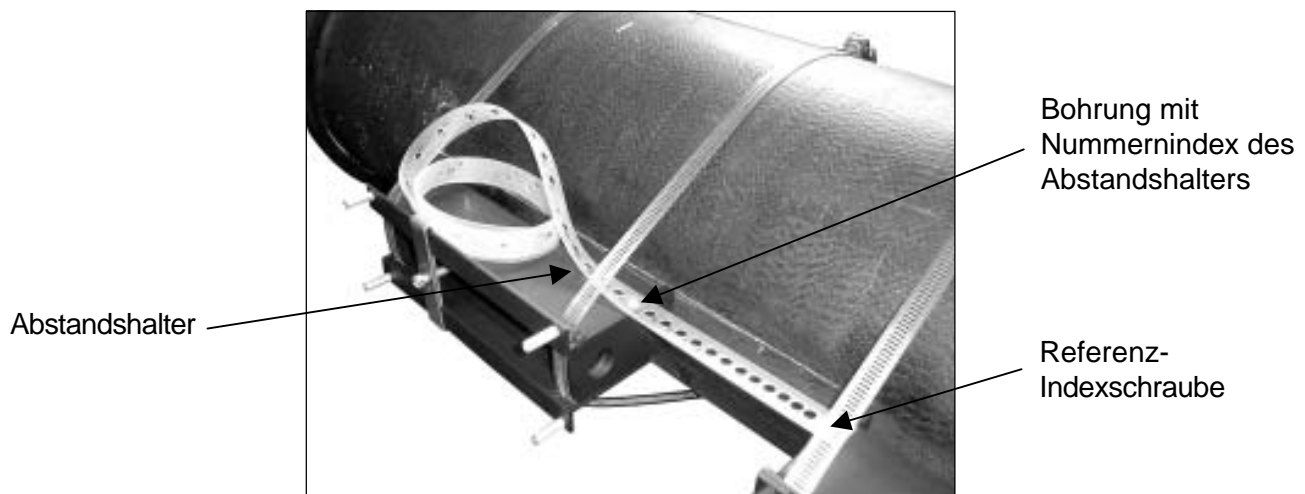

Abbildung 5
- Den Abstandshalter auf der Indexschraube der Referenzschiene anbringen (Abbildung 5).